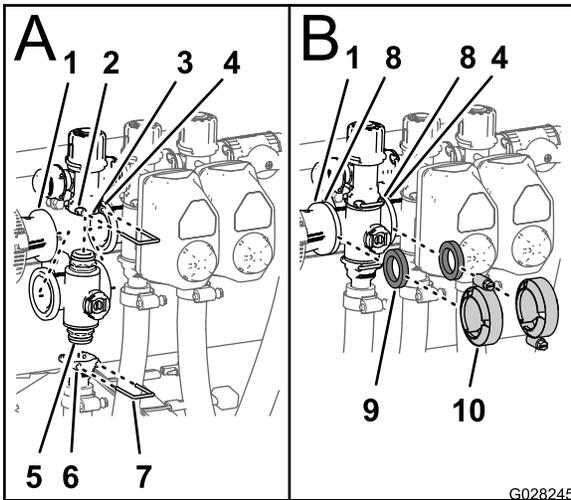

Figura 88
3. Monte o encaixe de saída no encaixe do tampão inferior da válvula do coletor (A de Figura 88).
4. Prenda o encaixe do tampão ao encaixe de saída ao inserir uma fixação na entrada do encaixe de saída (A de Figura 88).
5. Alinhe uma junta entre as flanges do acoplador de redução e do coletor da válvula de secção (B de Figura 88).
6. Monte o acoplador de redução, junta e coletor da válvula de secção com um grampo bem apertado à mão (B de Figura 88).
7. Se instalar as 2 válvulas de secção mais à esquerda, alinhe uma junta entre as flanges dos 2 coletores da válvula de secção adjacentes (B de Figura 88).
8. Monte os 2 coletores da válvula de secção adjacentes e a junta com um grampo bem apertado à mão (B de Figura 88).
1. Insira o encaixe do tampão superior da válvula do coletor no encaixe da distribuição (A de Figura 88).
2. Prenda o encaixe do tampão ao encaixe da distribuição ao inserir uma fixação na entrada do encaixe da distribuição (A de Figura 88).